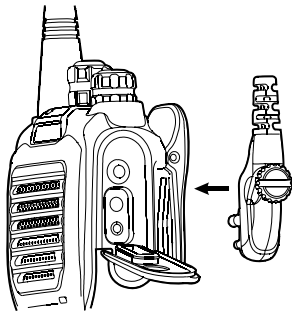

图10
- ② 耳机或麦克风插入附件插孔，并拧紧螺钉。（如图10所示）